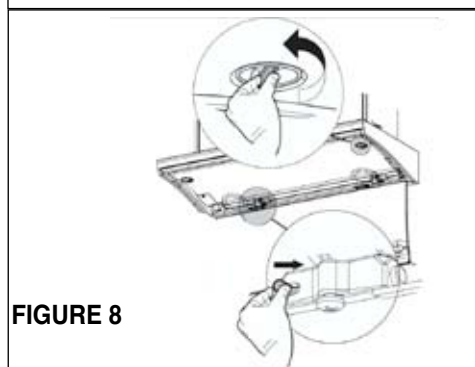
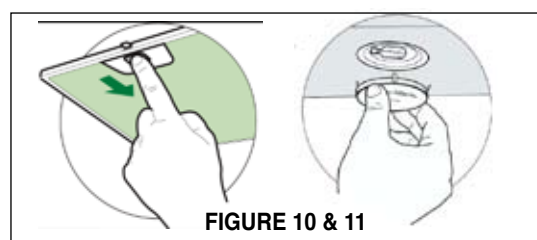

FIGURE 8
FIGURE 10 & 11
The metal grease filters should be cleaned frequently in hot detergent solution or placed in the dishwasher (see **FIGURE 10** for removing the grease filters). Clean exterior surfaces with hot soapy water. The inside of the comfort panel can be cleaned with a damp cloth. Using abrasives and scouring agents can scratch rangehood finishes and should not be used to clean. See (**FIGURE 8**) for removing the comfort panel to clean if you prefer, the panel can be cleaned on or off the hinges. Open the comfort panel by turning the 2 knobs on the left and right sides of the bottom. Remove the comfort panel by sliding the lever out of the pin on one side and sliding the comfort panel on the other end out of the pin. After cleaning replace the filters and reconnect the comfort panel and turn the knobs right.
3. Ouvrir le panneau tel que démontré à la **FIGURE 8** en tournant les deux boutons placés à gauche et à droite du panneau. Enlever le panneau en le glissant au dessus de la fiche sur un côté et en le glissant de l'autre côté hors de la fiche. Retirer le filtre à graisse en poussant la languette arrière. Glisser la visière de verre.
9. Remplacer les filtres à graisse (Figure 10) et replacer le panneau à la hotte en fixant les boutons du panneau en place (Figure 8). Rebrancher le conduit au registre d'alimentation et sceller toutes les connections.
Les filtres à graisse devraient être nettoyés fréquemment dans une solution d'eau chaude et de détergent ou placés au lave-vaisselle (voir FIGURE 10 pour enlever les filtres). Nettoyer les surfaces extérieures avec de l'eau chaude savonneuse. L'intérieur du panneau peut être nettoyé avec un linge humide. L'utilisation d'agents abrasifs peut égratigner la fini de la hotte. Ces agents abrasifs ne devraient pas être utilisés. Voir (FIGURE 8) si vous préférez retirer le panneau pour le nettoyer. Le panneau peut être lavé lorsque fixé ou non. Ouvrir le panneau en tournant les deux boutons de gauche et de droite. Enlever le panneau en le glissant d'un côté et de l'autre. Après l'avoir nettoyé, replacer les filtres et rebrancher le panneau et tournant les boutons vers la droite.